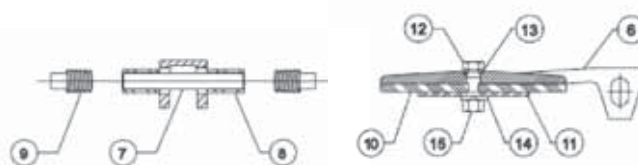

Рис. 1
6. Снимите переднюю крышку (Рис. 1, деталь 3).
7. Удалите две штифтовые пробки заслонки, шарнирный болт (Рис. 1, детали 7 и 9) и заслонку в сборе (Рис. 1)